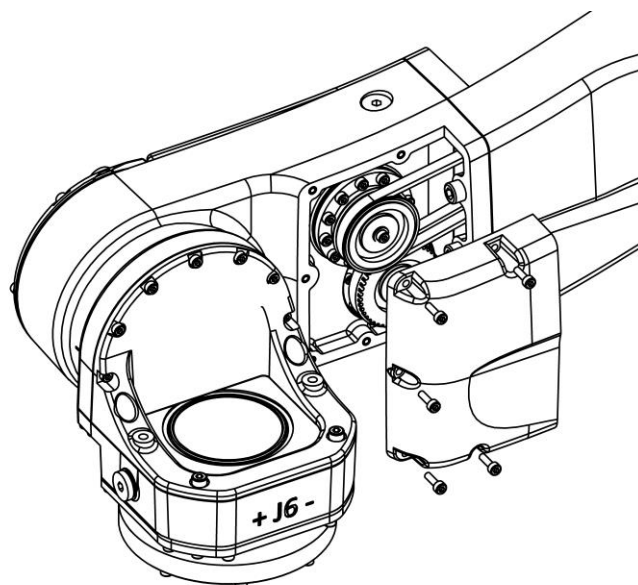

图 13-6 拆除小臂内侧盖板示意图
4. 拆卸小臂内侧盖板及 5 颗螺钉，如图 13-6 所示。